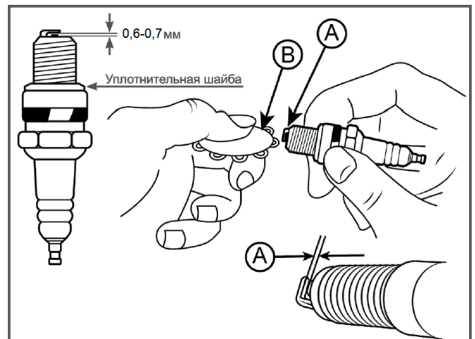

Рис. 19 Проверка зазора между электродами
4. Измерьте зазор между электродами свечи зажигания специальным щупом. Зазор должен быть 0,6-0,7 мм (Рис. 19). При увеличении или уменьшении требуемого зазора рекомендуется заменить свечу, так как регулировка зазора может привести к изменению качества искрообразования.